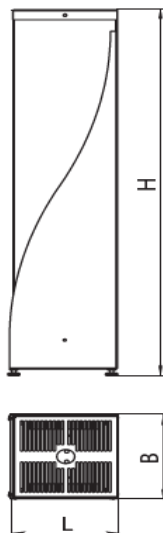

Рис. 1 – Общий вид ОБРН01-2x15(1x15) Фотон
- 4.1 Общий вид светильника-облучателя приведен на рис. 1.